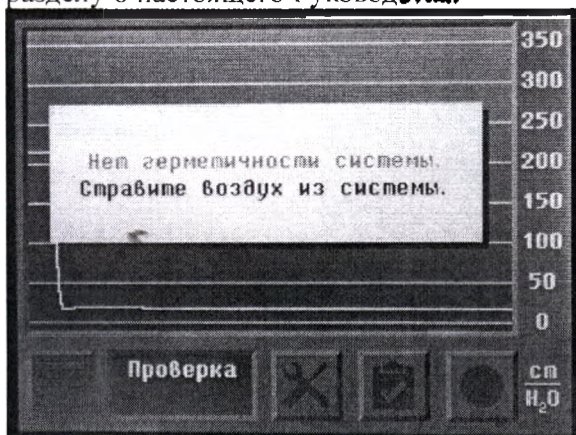

Рис. 14. Сообщение об отсутствии герметичности системы.
3.2.5.5 Если после третьей попытки давление в эталонном сосуде падает ниже нормы, это означает, что сосуд не обладает должной герметичностью и дальнейшая работа с прибором невозможна. На дисплее появится сообщение: **«Нет герметичности системы. Стравите воздух из системы.»** (рис. 14). Поверните трехходовой кран так, чтобы выпустить воздух из системы.
сообщение: «Нет герметичности системы. Стравите воздух из системы.». (рис. 14). Проверьте все соединения, положение трехходового крана — возможно он был открыт, и правильность сборки инструмента. После этого закройте кран и нажмите кнопку «Тест герметичности» для повторного проведения теста. В случае повторной неудачи обратитесь к разделу 6 настоящего Руководства.